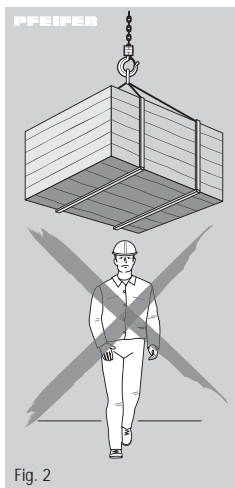

Fig. 2
- Il est interdit de se placer sous la charge suspendue (Fig. 2).